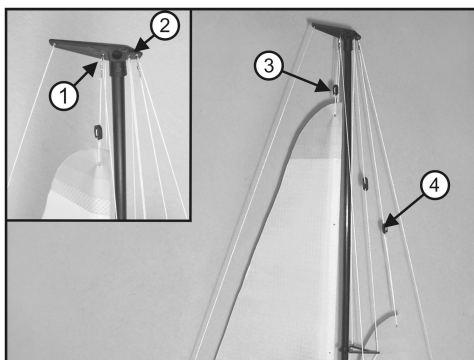

Afbeelding 7
- Monteer, zoals getoond in afbeelding 7, pos. 1, het voorzeil met zeil en haak op het scheepsdek.
- Klik, zoals getoond in afbeelding 7, pos. 2, het sturzeil aan de „boom“ van het voorzeil.